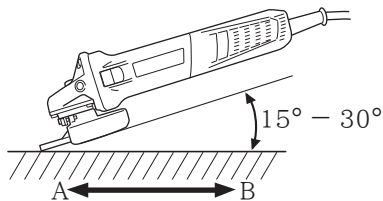

图 4
切勿将砂轮的全表面施加于要研磨的材料上。如图 4 所示，机器应保持 $15^\circ - 30^\circ$ ，使砂轮的外缘以最佳角度与工件相接触。
4. 用新砂轮首次进行研磨时，应将角向磨光机由对面横过工件往操作人员这边拉，以免挖入工件（图 4 的 B 方向）。等砂轮的前缘适当磨损后，就可往任何方向进行研磨。